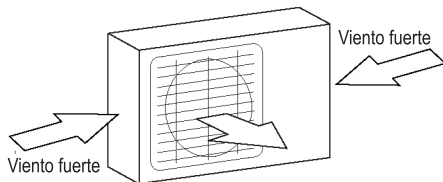

Fig. 5.1
- ☑ Si la ubicación está expuesta a vientos fuertes (por ejemplo, cerca de una playa), la unidad se debe colocar contra la pared de forma que quede protegida del viento. Si es necesario, utilice un toldo. (Vea la Fig. 5.1 y 5.2)